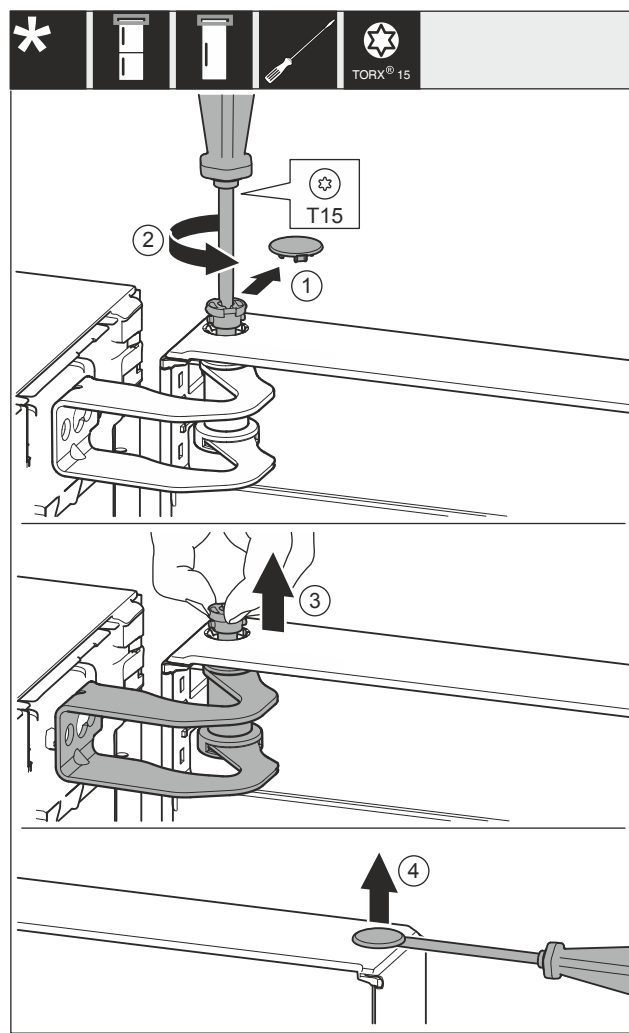

Fig. 27
- Retirer le couvercle Fig. 27 (1) avec prudence.
- Dévisser légèrement l'axe Fig. 27 (2) avec un tournevis.
- Retirer l'axe Fig. 27 (3) avec les doigts.
- Soulever et retirer le couvercle Fig. 27 (4) au moyen d'un tournevis, avec prudence.